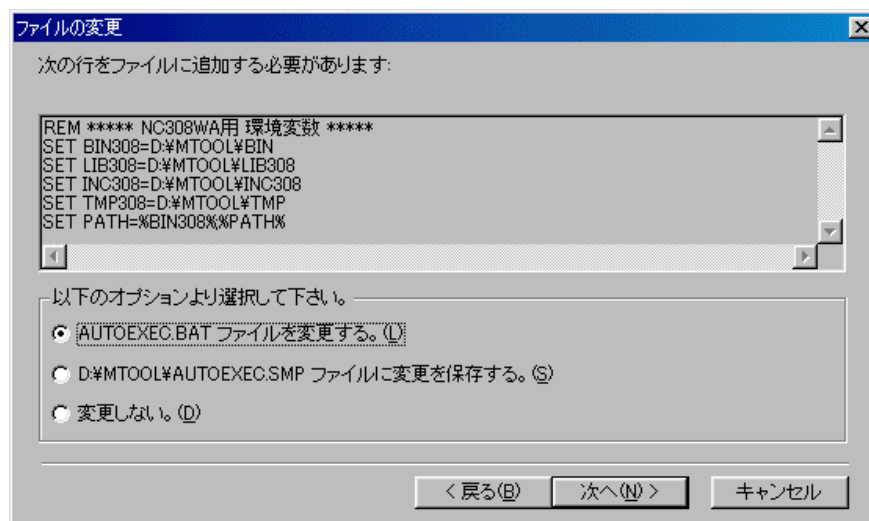

図5-1 環境変数設定ウインドウ
- (1) CDROM の ¥TOOL¥Nc308wa¥W95J ディレクトリ内の **SETUP.EXE** を実行します。
- (2) インストール画面の指示にしたがってインストールします。
- (3) インストール時にAUTOEXEC.BAT を変更する画面（図5-1）が表示されます。